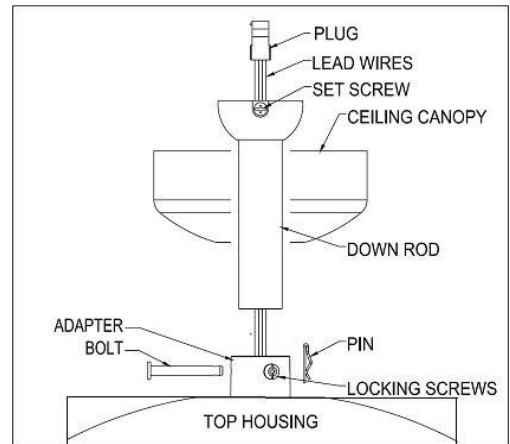

Fig. 4
4. Plaats de ophangstaaf in de ophangbeugel (zie fig.4), lijn de gaten in de ophangbeugel uit met de gaten in de ophangstaaf en plaats de bout. Steek de pen in het uiteinde van de bout.